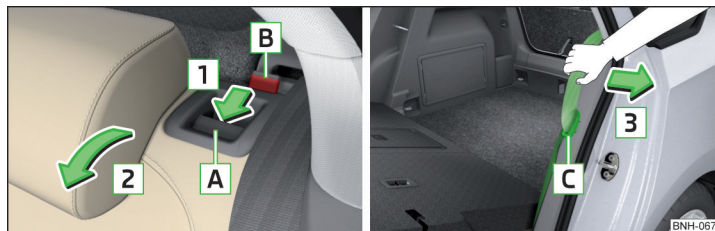

Abb. 74 Sitzlehne vorklappen / Bereitschaftsstellung des Sicherheitsgurts
- › Die Schlosszunge **C** des Sicherheitsgurts in die Öffnung in der Seitenverkleidung stecken - Bereitschaftsstellung » Abb. 74.
- › Den äußeren Sicherheitsgurt zur Seitenverkleidung in Pfeilrichtung **3** ziehen » Abb. 74.